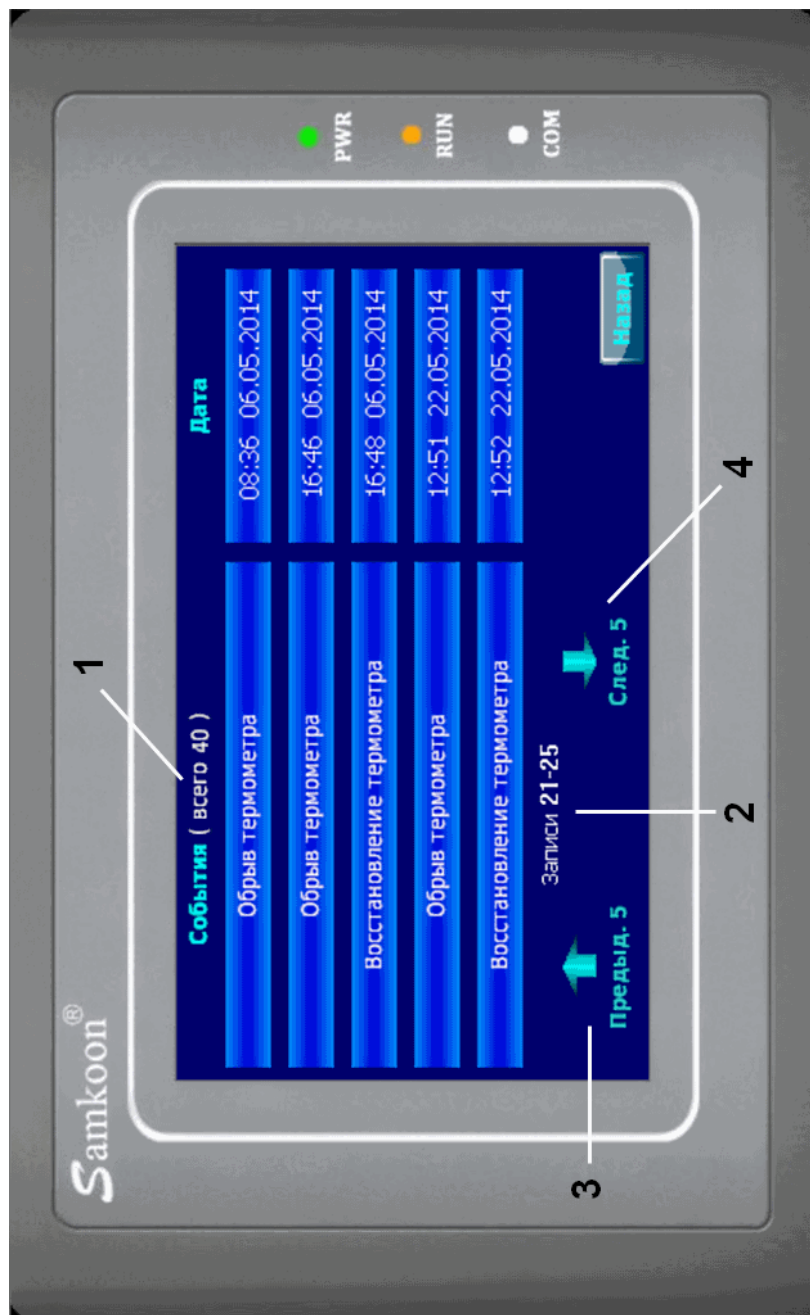

Рисунок 4. Экран журнала событий.
**2.4 На экране журнала событий** (рис. 4) одновременно отображаются пять записей. В колонку *События* выводятся названия событий, в колонку *Дата* - время и дата, когда данное событие зафиксировано.